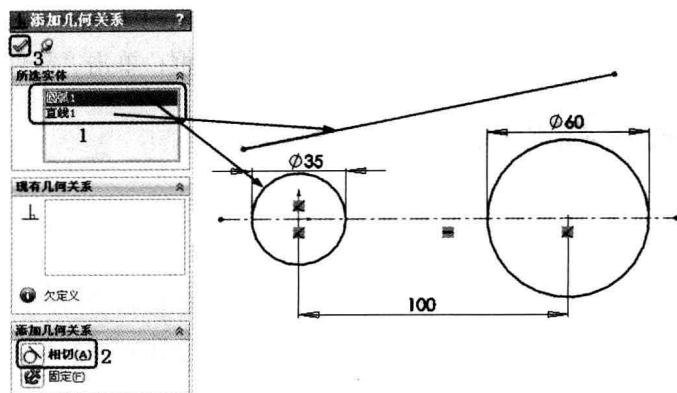

图 1-7 添加几何关系
Step8 添加几何关系。单击“尺寸/几何关系”工具栏中的“添加几何关系”按钮，在弹出的“添加几何关系”属性管理器中选择直线和小圆弧作为要添加几何关系的实体，然后单击“相切”按钮，为这两个实体添加相切关系，如图 1-7 所示，单击“确定”按钮，完成直线与小圆弧相切几何关系的添加。